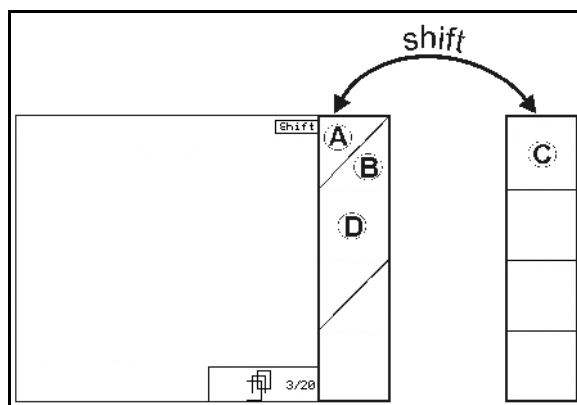

Рис. 11
- При нажатии кнопки Shift появляются дополнительные функциональные поля (Рис. 11) и соответственно изменяется назначение функциональных кнопок.